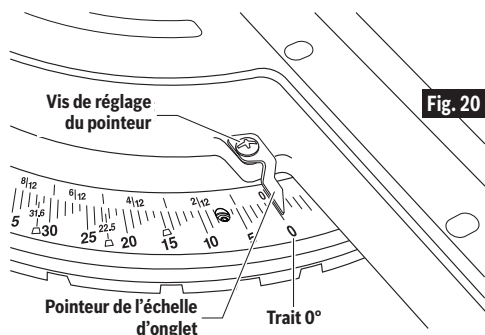

Fig. 20
2. Élevez l'ensemble de tête pour le mettre dans la position la plus haute (UP).
3. Desserrez la vis de réglage du pointeur qui tient le pointeur de l'échelle d'onglet en place (voir Fig. 20).